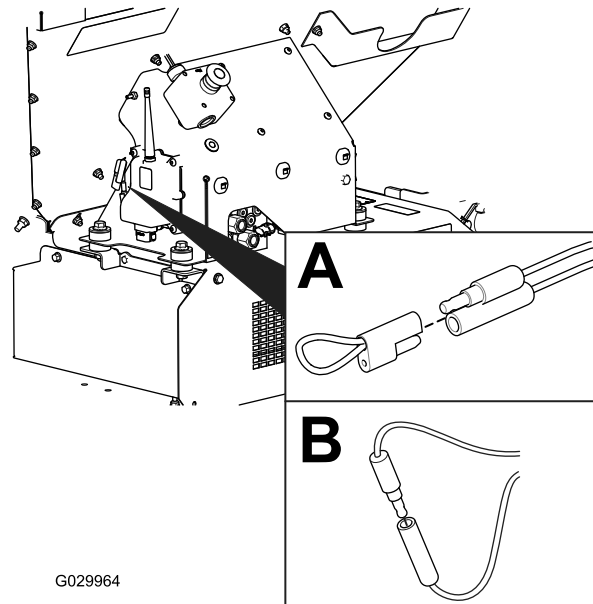

Figure 27
2. Enlevez le bouchon captif sur les deux prises shunt de diagnostic (Figure 27, A).
3. Branchez ensemble les prises shunt de diagnostic (Figure 27, B).
2. Débranchez les prises shunt de diagnostic (Figure 27, B).
3. Poussez le bouchon captif sur les deux prises shunt de diagnostic (Figure 27, A).